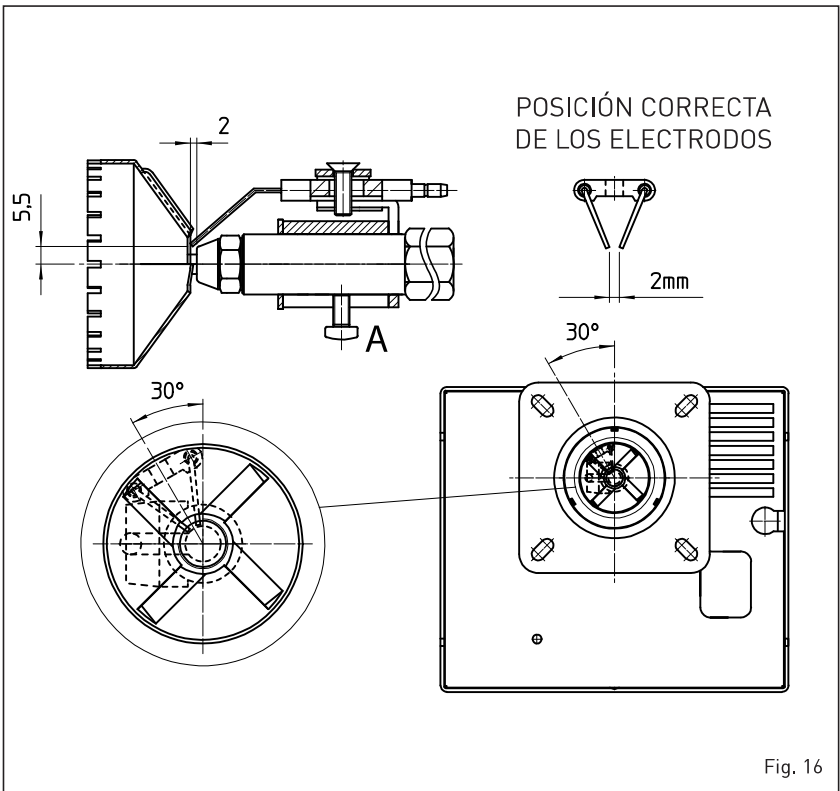

Fig. 16
##### 4.7.2 Limpieza cabezal de combustión (fig. 16)
Para efectuar la limpieza del cabezal de combustión proceder como sigue a continuación (fig. 16):
- Aflojar los tornillos (A fig. 16) del soporte de electrodos y quítelo.